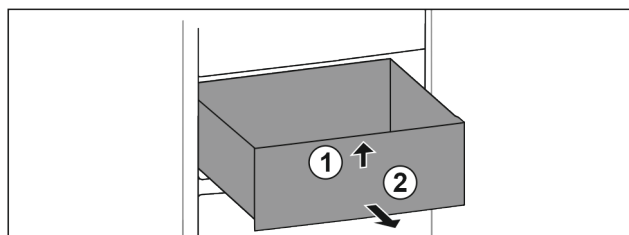

Fig. 94
- ▶ 抬起抽屉前部。 Fig. 94 (1)
- ▶ 朝前取出抽屉。 Fig. 94 (2)